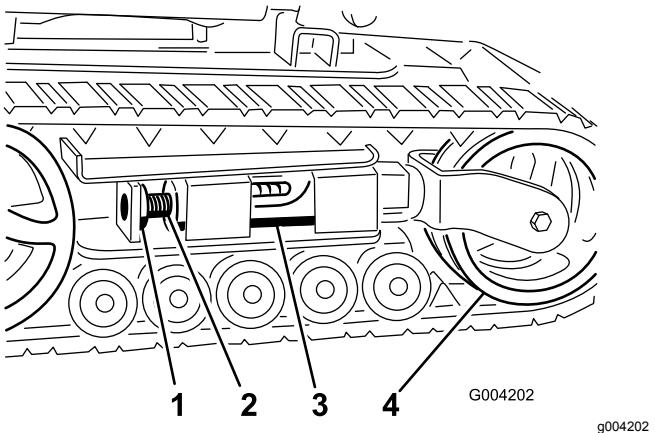
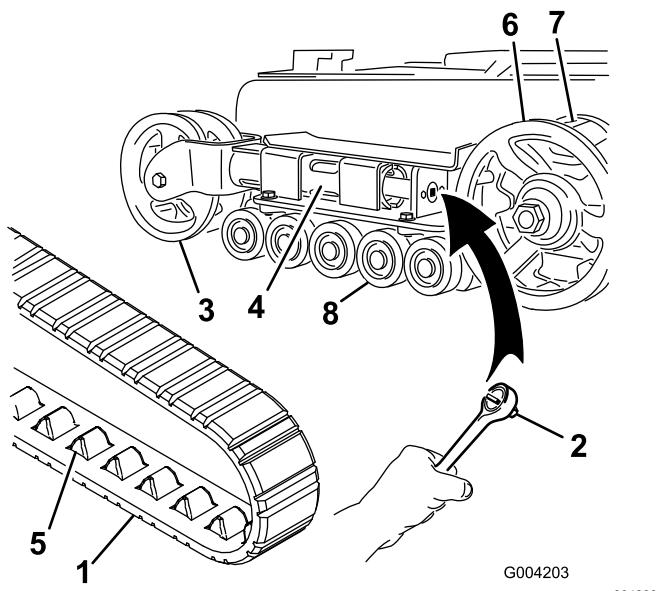

Рисунок 45
Рисунок 46
4. Отвинтите зажимной болт и гайку (Рисунок 45).
6. Совместите ближайшую выемку в натяжном винте с отверстием в зажимном болте и закрепите винт при помощи зажимного болта и гайки (Рисунок 45).
вращая натяжной винт по часовой стрелке (Рисунок 45 и Рисунок 46).
6. Надавите на натяжное колесо в направлении задней части блока, чтобы придвинуть натяжную трубу к раме (Рисунок 46).
8. Когда гусеница будет снята с натяжного колеса, снимите ее с ведущей звездочки и опорных катков (Рисунок 46).
9. Сначала установите новую гусеницу на ведущую звездочку. Звенья гусеницы должны находиться между зубьями звездочки (Рисунок 46).
10. Протолкните гусеницу под опорные катки и одновременно между ними (Рисунок 46).
Примечание: Если передние натяжные колеса установлены в вилке на конце натяжной трубы, на вашей машине установлены узкие гусеницы. (Рисунок 46).
5. Используя ключ с храповым механизмом на $\frac{1}{2}$ дюйма, ослабьте натяжение привода, вращая натяжной винт по часовой стрелке (Рисунок 45 и Рисунок 47).
6. Поместите наполненный смазкой колпачок опорного катка поверх головки болта (Рисунок 46).
7. Закрепите колпачок опорного катка стопорным кольцом (Рисунок 46).